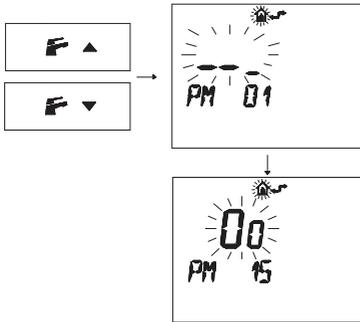

Figura 5.32
- Pulse los botones **F** ▼ o **F** ▲ para acceder al ajuste "PM15" de habilitación de la sonda externa (Figura 5.32).